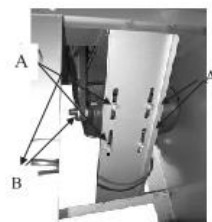

Рисунок 18
1. Поместите клиновой ремень в два шкива (рис. 18В).
2. Ослабьте четыре винта (рис. 18А).